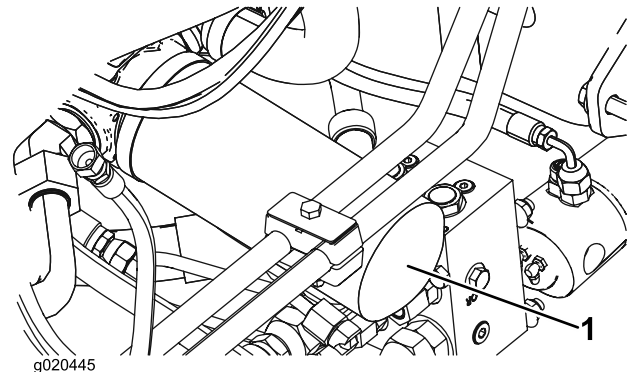

Figura 73
2. Limpie alrededor de la zona de montaje de los filtros. Coloque un recipiente debajo del filtro y retire el filtro (Figura 73).